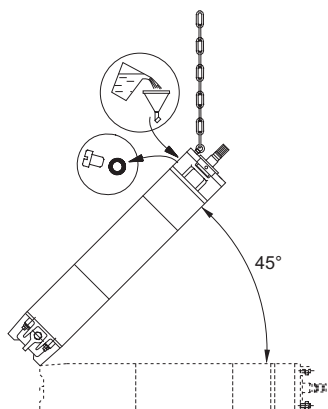

Fig. 4 Motorplacering under fyllning – MMS
1. Placera motorn i  $45^{\circ}$  vinkel, med motorns övre del högst, se fig. 4.